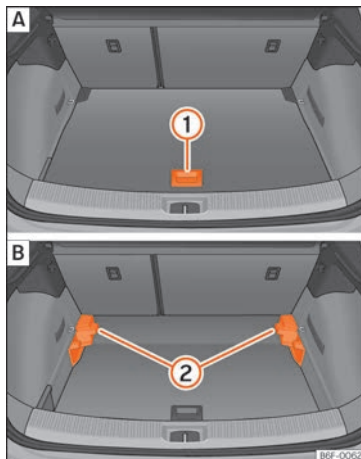

Abb. 127 Variabler Gepäckraumboden: **A** Hochstellung; **B** Tiefstellung.
- Um von der niedrigen in die hohe Position überzugehen, heben Sie den Boden am Haltegriff »» **Abb. 127** **1** an und ziehen Sie ihn nach hinten, bis der vordere Teil des Bodens vollständig über den Halterungen **2** liegt.
- Um von der hohen in die niedrige Position überzugehen, heben Sie den Boden am Haltegriff »» **Abb. 127** **1** an und ziehen Sie ihn nach hinten, bis der vordere Teil des Bodens vollständig über den Halterungen **2** liegt.
- Bei einem variablen Boden in hoher Position diesen am Haltegriff anheben »» Abb. 127 ①, daran ziehen und in Richtung der Rücksitzlehne bewegen bis der Boden an der Scharnierlinie eingeklappt wird und sich der bewegliche Teil des Bodens auf diesem befindet.